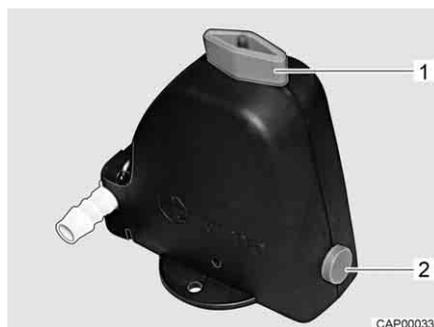

Fig. 250 Válvula de seguridad/purga (Truma)
- Abrir la válvula de seguridad/purga (Truma). Para ello, girar el botón giratorio (Fig. 250,1) a la posición longitudinal en referencia a la válvula de seguridad/purga. El botón (Fig. 250,2) salta hacia fuera.